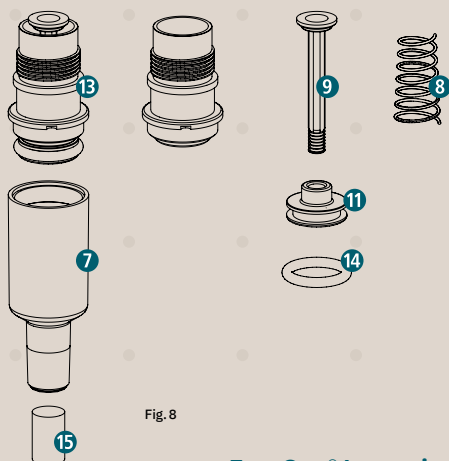

Fig. 8
- Svitare con cautela in senso orario il cono della pipetta **7** e il gruppo pistone **13**. Togliere con forza l'anello di supporto **11** dal pistone **9**. In seguito alla rimozione dell'O-ring **14** è possibile pulire la molla **8** e il pistone (Fig. 8).